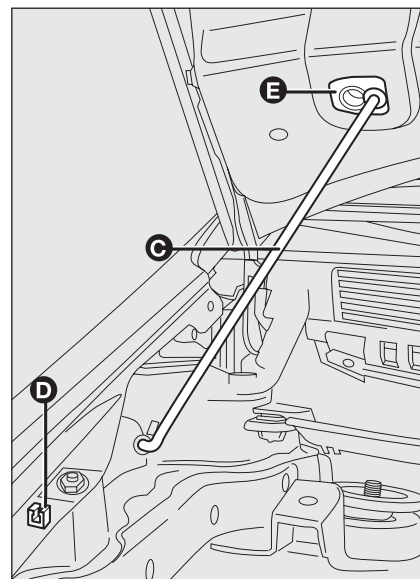

fig. 124
- ☐ levante el capó y al mismo tiempo, suelte la varilla de sujeción **C**-fig. 124 de su dispositivo de bloqueo **D**, e introduzca el extremo de la varilla en el alojamiento **E** del capó.
- ☐ mantenga levantado el capó con una mano y con la otra, quite la varilla **C**-fig. 124 del alojamiento **D** e introdúzcala en el dispositivo de bloqueo **E**;